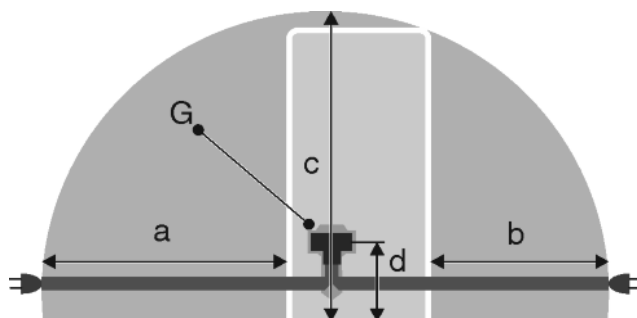

Fig. 41
- La presa non deve trovarsi nella zona posteriore dell'apparecchio, ma entro la zona indicata Fig. 41 (a, b, c).
- ▶ Inserire la spina Fig. 41 (G) sul retro dell'apparecchio. Assicurarsi che si innestino correttamente.